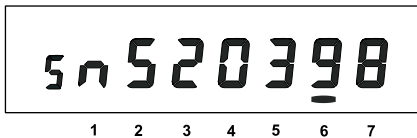

Рисунок 5.22
5.2.7.1. Окно «Заводской номер» (рисунок 5.22)